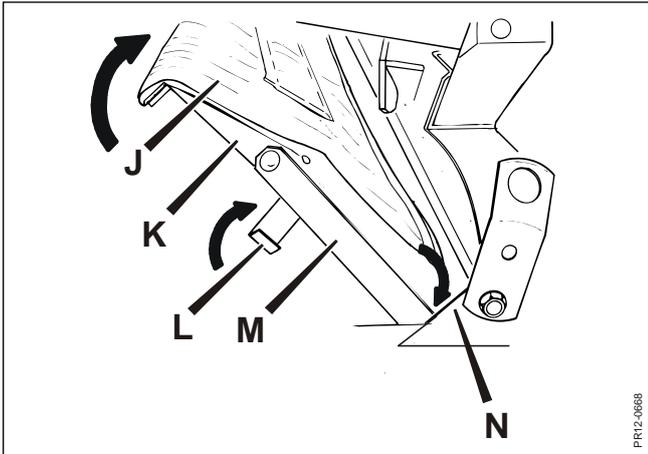

Fig. 5-13
- Fig. 5-13** Bevor Sie Messer wechseln oder Scheiben, Zylinder oder Balken inspizieren wollen, können Sie das Fronttuch **J** über das Frontblech **K** schwenken. Danach den Verschuß **L** mit einem Schraubenzieher freimachen, das Blech heben, und den Blechhalter **M** auf der Kante des Maschinengestells **N** aufhängen. Jetzt sind Sie vom Fronttuch und Blech ungeniert, und haben freien Zugang zum Balken.